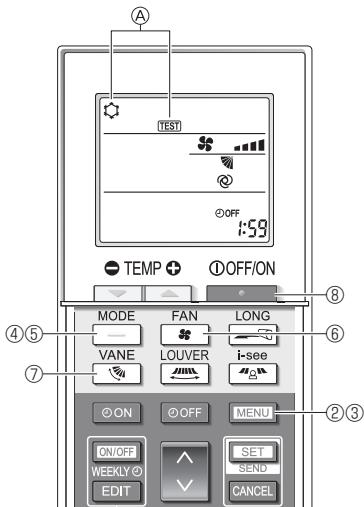

Fig. 8-5
- ① Подаїть живлення на блок принаймні за 12 годин до тестового прогону.
- ② Натисніть кнопку **[MENU]** та утримуйте її 5 секунд. (Fig. 8-5)
- ③ Натисніть кнопку **[MENU]**
- Ⓐ Відображаються **[TEST]** (ТЕСТУВАННЯ) і поточний режим роботи. (Fig. 8-5)
- ④ Натисніть кнопку **[]**, щоб активувати режим охолодження, а потім перевірте, чи виходить із блока холодне повітря.
- ⑤ Натисніть кнопку **[]**, щоб активувати режим нагрівання, а потім перевірте, чи виходить із блока тепле повітря.
- ⑥ Натисніть кнопку **[]** та перевірте, чи змінилася швидкість вентилятора.
- ⑦ Натисніть кнопку **[]** та перевірте, чи належним чином працює автоматичне встановлення засліонок.
- ⑧ Щоб зупинити тестовий прогін, натисніть кнопку **[]**.